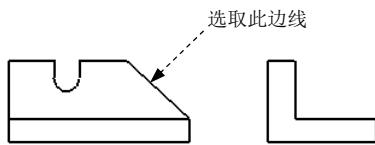

图 3.8.37 选取基准平面
Step3. 在系统 **在主视图上选择穿过前侧曲面的轴或作为基准曲面的前侧曲面的基准平面** 的提示下, 选取图 3.8.37 所示的边线 (在图 3.8.37 所示的视图中, 所选取的边线其实为一个面, 由于此面和视图垂直, 所以其投影为一条边线; 在主视图非边线的地方选取, 系统不认可)。